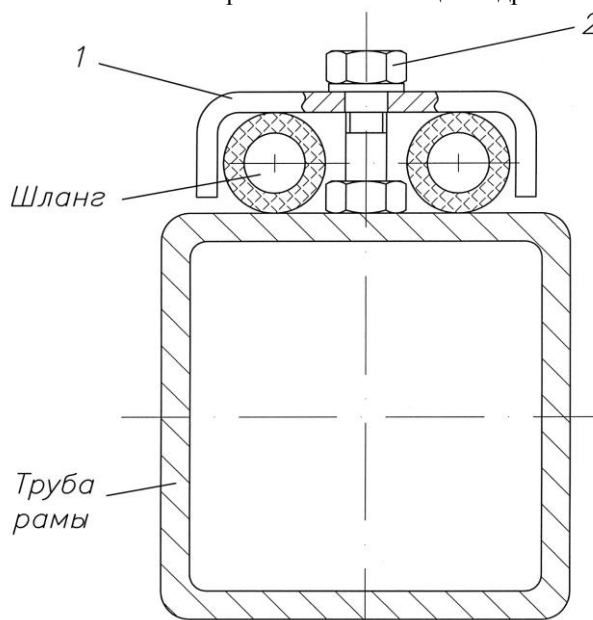

Рис. 4.5.2. Крепление гидрошлангов на раме
4.5.2. Закрепите шланги на рамах кронштейнами 1, используя болты 2 М10 и шайбы плоские (см. рис. 4.5.2). Так как корпуса цилиндров в процессе работы перемещаются, нужно обеспечить необходимый запас шлангов по длине при креплении их в непосредственной близости от цилиндров.
Для ПК с одноосным бункером кран-распределитель 1 «шнек – управление крыльями» монтируется на задней части рамы бункера с правой стороны рядом с лестницей с помощью болтов 2 (М8х50мм), гаек 3 (М8) и шайб пружинных (рис. 4.5.2.1).